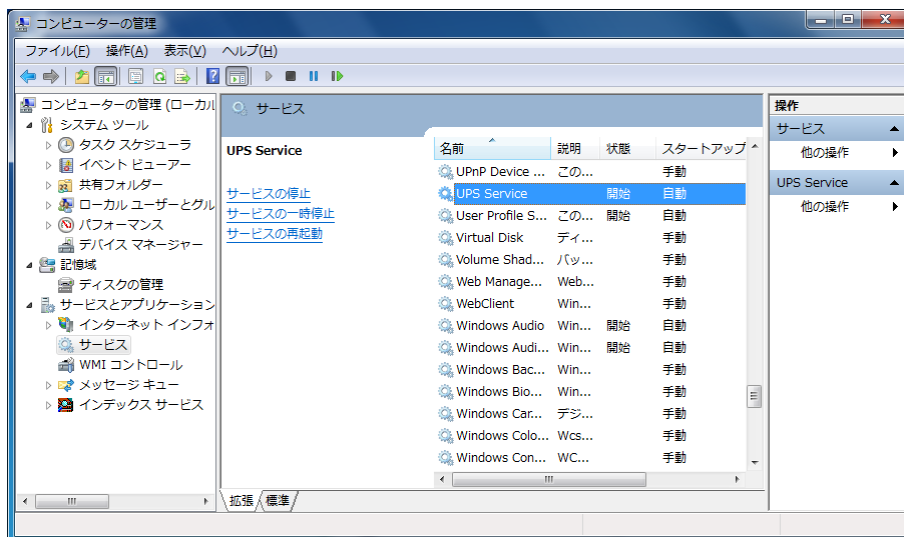

図 2-11-3-1. Services 設定画面
- ① コントロールパネルの「管理ツール」をダブルクリックしフォルダを開きます。
- ② 「Services」をダブルクリックし、ダイアログボックスを開きます。(図 2-11-3-1)